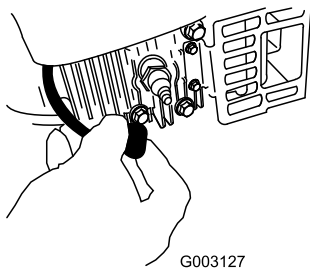

Figure 25
2. Débranchez la bougie (Figure 25) avant de procéder à un quelconque entretien.